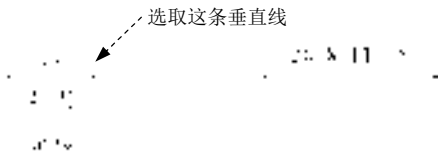

图 6.3.19 选择插入列的位置
Step4. 系统提示 在表中拾取要插入列的位置，在表中选取图 6.3.19 所示的垂直线，在所垂直线为边界的两列之间插入一个新列，插入列结果如图 6.3.20 所示。